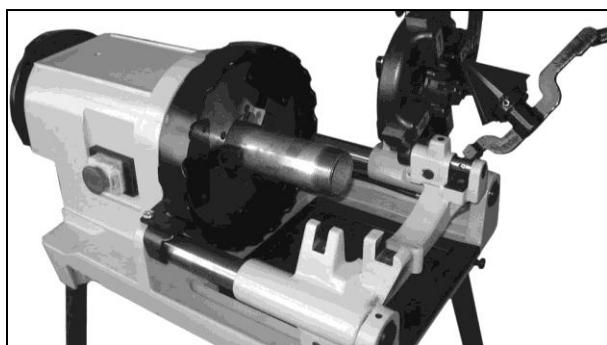

Рис. 1 Фиксация трубы
4. Заготовки вставляются не более чем на 140 мм от зажимного патрона. Длинные трубы следует вставлять любым концом так, чтобы остальная часть трубы находилась с задней стороны станка (при необходимости нужно использовать подставку для труб с роликовыми головками мод. 1109). (Рис. 1).